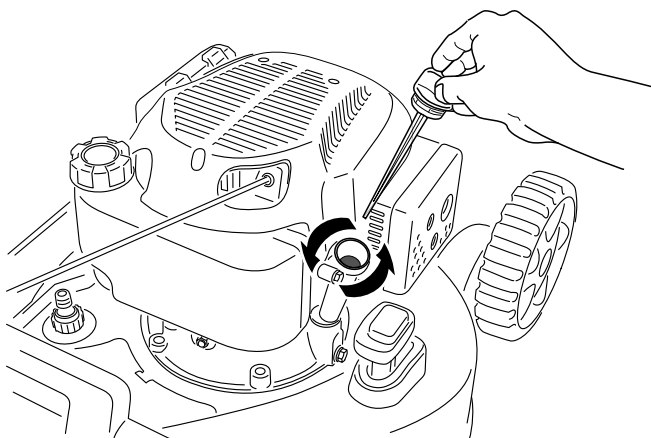

Bild 26
3. Entfernen Sie den Peilstab, indem Sie den Deckel nach links drehen und herausziehen (Bild 26).